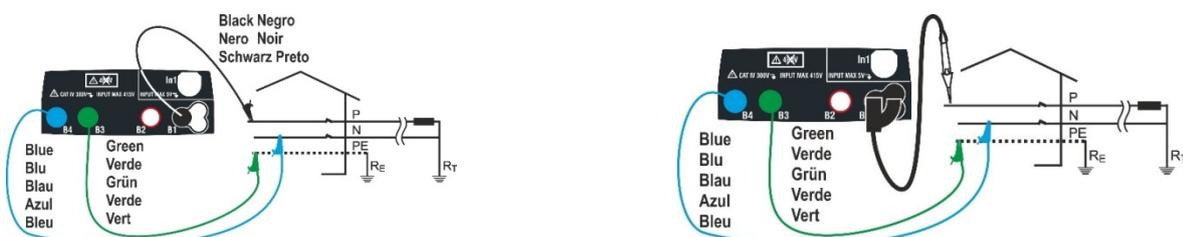
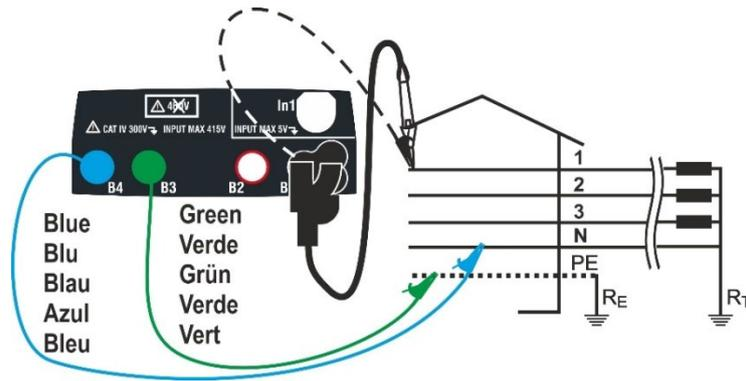
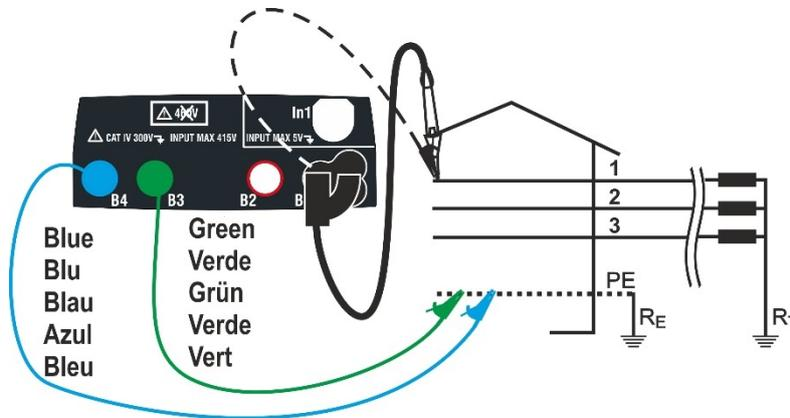

Fig. 19: Medição P-N/P-PE monofásicas/bifásicas 230V com cabos e ponteira remota
Fig. 20: Medição P-N/P-PE em instalações trifásicas 400V+N+PE com cabos individuais e ponteira remota
Fig. 22: Medição P-PE/P-N em instalações 400V + PE (não N) com cabos individuais e ponteira remota
4. Efetuar a calibração preliminar dos terminais de teste conforme o descrito no § 6.4.2 Conectar a ficha shuko, os crocodilos ou a ponteira remota à rede eléctrica de acordo com as Fig. 18, Fig. 19, Fig. 20 e Fig. 22.